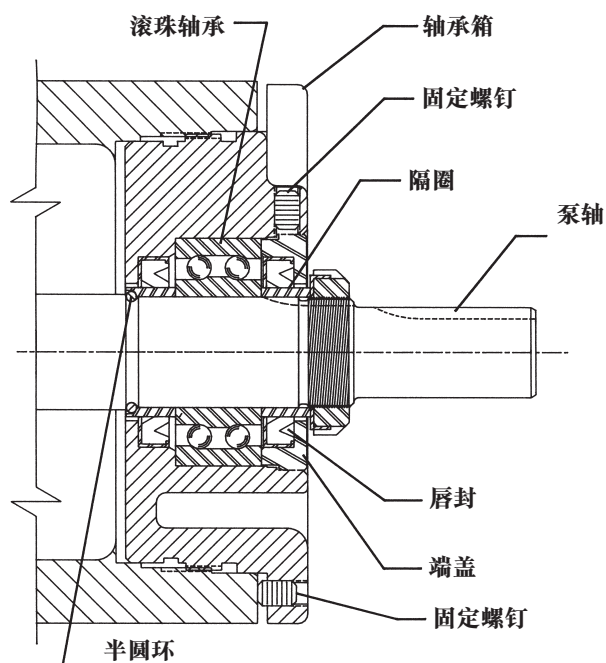

图 7
4. 松开轴承箱表面的两个固定螺丝，并从支架上拆下轴承箱组件。参见图 7。